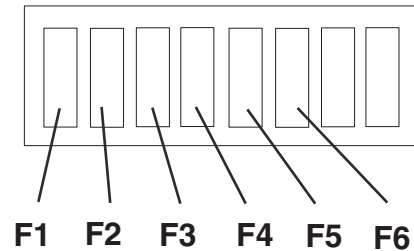

Abbildung 18
- Den Deckel des Sicherungskastens (46) entfernen.
- Eine der folgenden Sicherungen (Abb. 18) prüfen/ersetzen: